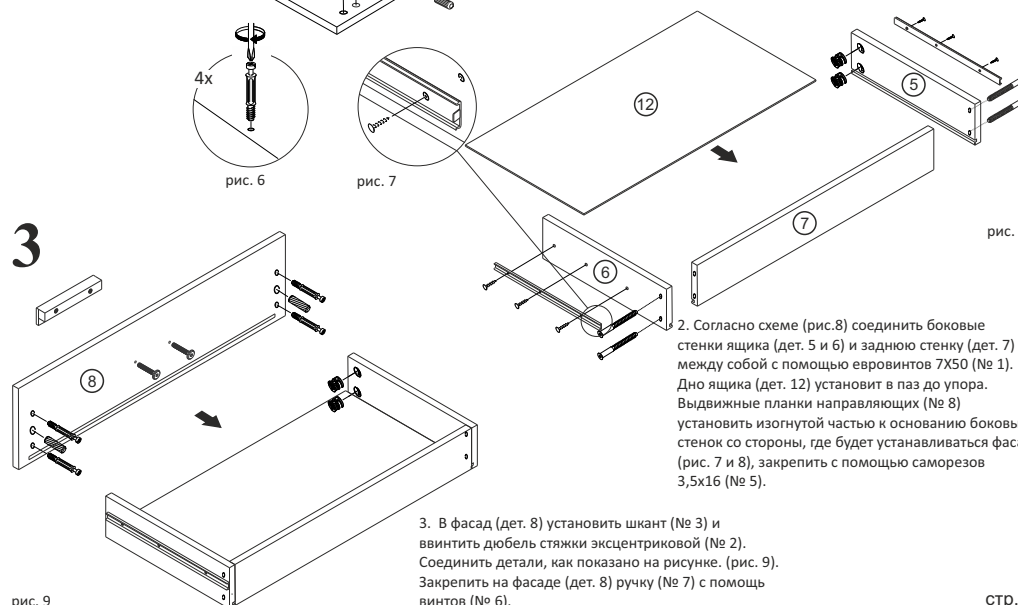

рис. 8
2. Согласно схеме (рис.8) соединить боковые стенки ящика (дет. 5 и 6) и заднюю стенку (дет. 7) между собой с помощью евровинтов 7X50 (№ 1). Дно ящика (дет. 12) установит в паз до упора. Выдвижные планки направляющих (№ 8) установить изогнутой частью к основанию боковых стенок со стороны, где будет устанавливаться фасад (рис. 7 и 8), закрепить с помощью саморезов 3,5x16 (№ 5).